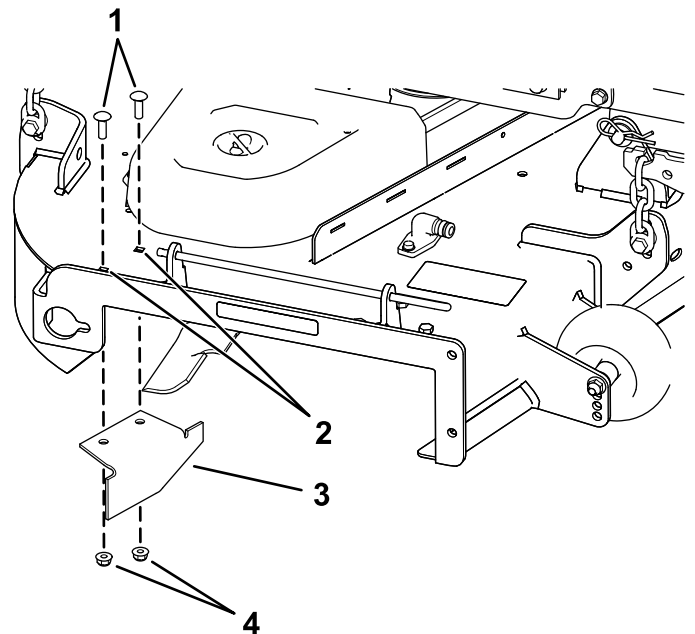

Figura 38
14. Individuate il deflettore di scarico nel sacchetto delle parti sciolte, rimuovete gli elementi di fissaggio dai fori posteriori della piastra di scarico e montate il deflettore sull'apertura dello scarico laterale sul piatto di taglio (Figura 38).